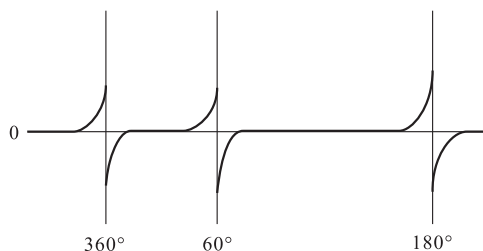

图 4-51 凸轮转角传感器输出波形
1 号进气凸轮轴上的前端设置有三个正时销，分别代表 60° 、 180° 、 180° 曲轴转角，根据正时销的输出信号，ECU 进行实际凸轮轴位置的检测和气缸识别，凸轮轴转动时，正时销与凸轮转角传感器间气隙发生变化，从而改变通过凸轮转角传感器的磁通量，凸轮轴每转动一圈产生 3 个脉冲，输出波形如图 4-51 所示。根据来自曲轴位置传感器信号，1 号凸轮轴相位被检测，根据这个相位，可变气门正时控制器发挥作用。
(2) 解码器检查 利用 DS-21 诊断测试仪进行检测，如果凸轮轴位置传感器损坏或相关线路出现故障，会出现故障码 P0340，或闪码 14，其原因可能有凸轮轴位置传感器故障、凸轮轴位置传感器线路开路或短路，或者 ECU 故障。
(3) 示波器检测 连接示波器，其输出波形应与图 4-51 相同。